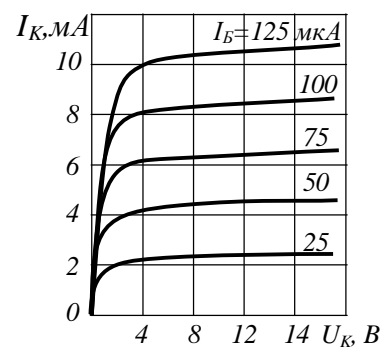

Рис. 12.9
**12.28.** Використовуючи вихідні характеристики транзистора КТ301А (рис. 12.9), провести пряму навантаження через робочу точку А ( $I_{K0} = 2,1$  мА,  $U_K = 12$  В) при опорі навантаження 1 кОм.
**12.29.** Визначити зміну струму колектора транзистора КТ301А (рис. 12.9) в динамічному режимі при зміні напруги на колекторі від 16 до 4 В, якщо напруга живлення 20 В, а навантаження колектора 3,6 кОм.